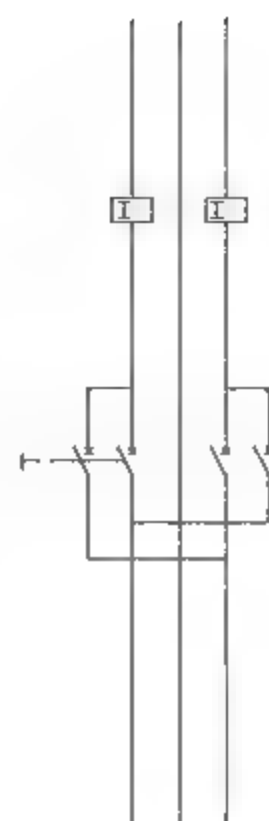

图11-14 绘制线段
**14** 调用PL【多段线】命令，绘制如图11-14所示的折断线，并修改线段的样式属性，将其设置为细实线。